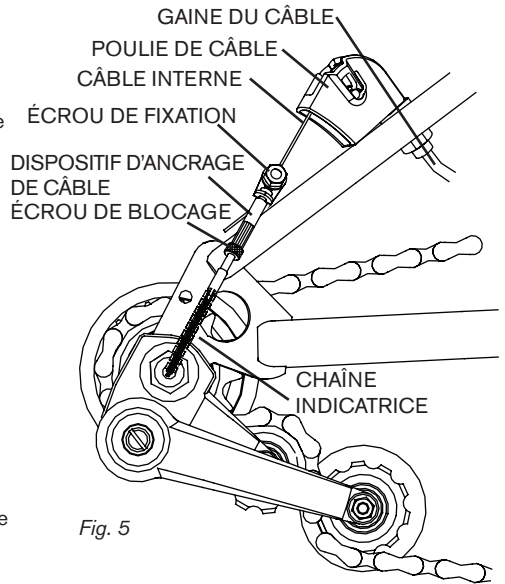

Fig. 5
- Faites passer le câble interne autour de la poulie de câble (fig. 5)
Le réglage s'effectue en desserrant l'écrou de blocage et en faisant tourner le barillet d'ancrage du câble (fig. 5) pour obtenir le bon réglage. Il faut ensuite rebloquer l'écrou.
- Desserrez l'écrou de blocage de la chaîne indicatrice (fig. 5)